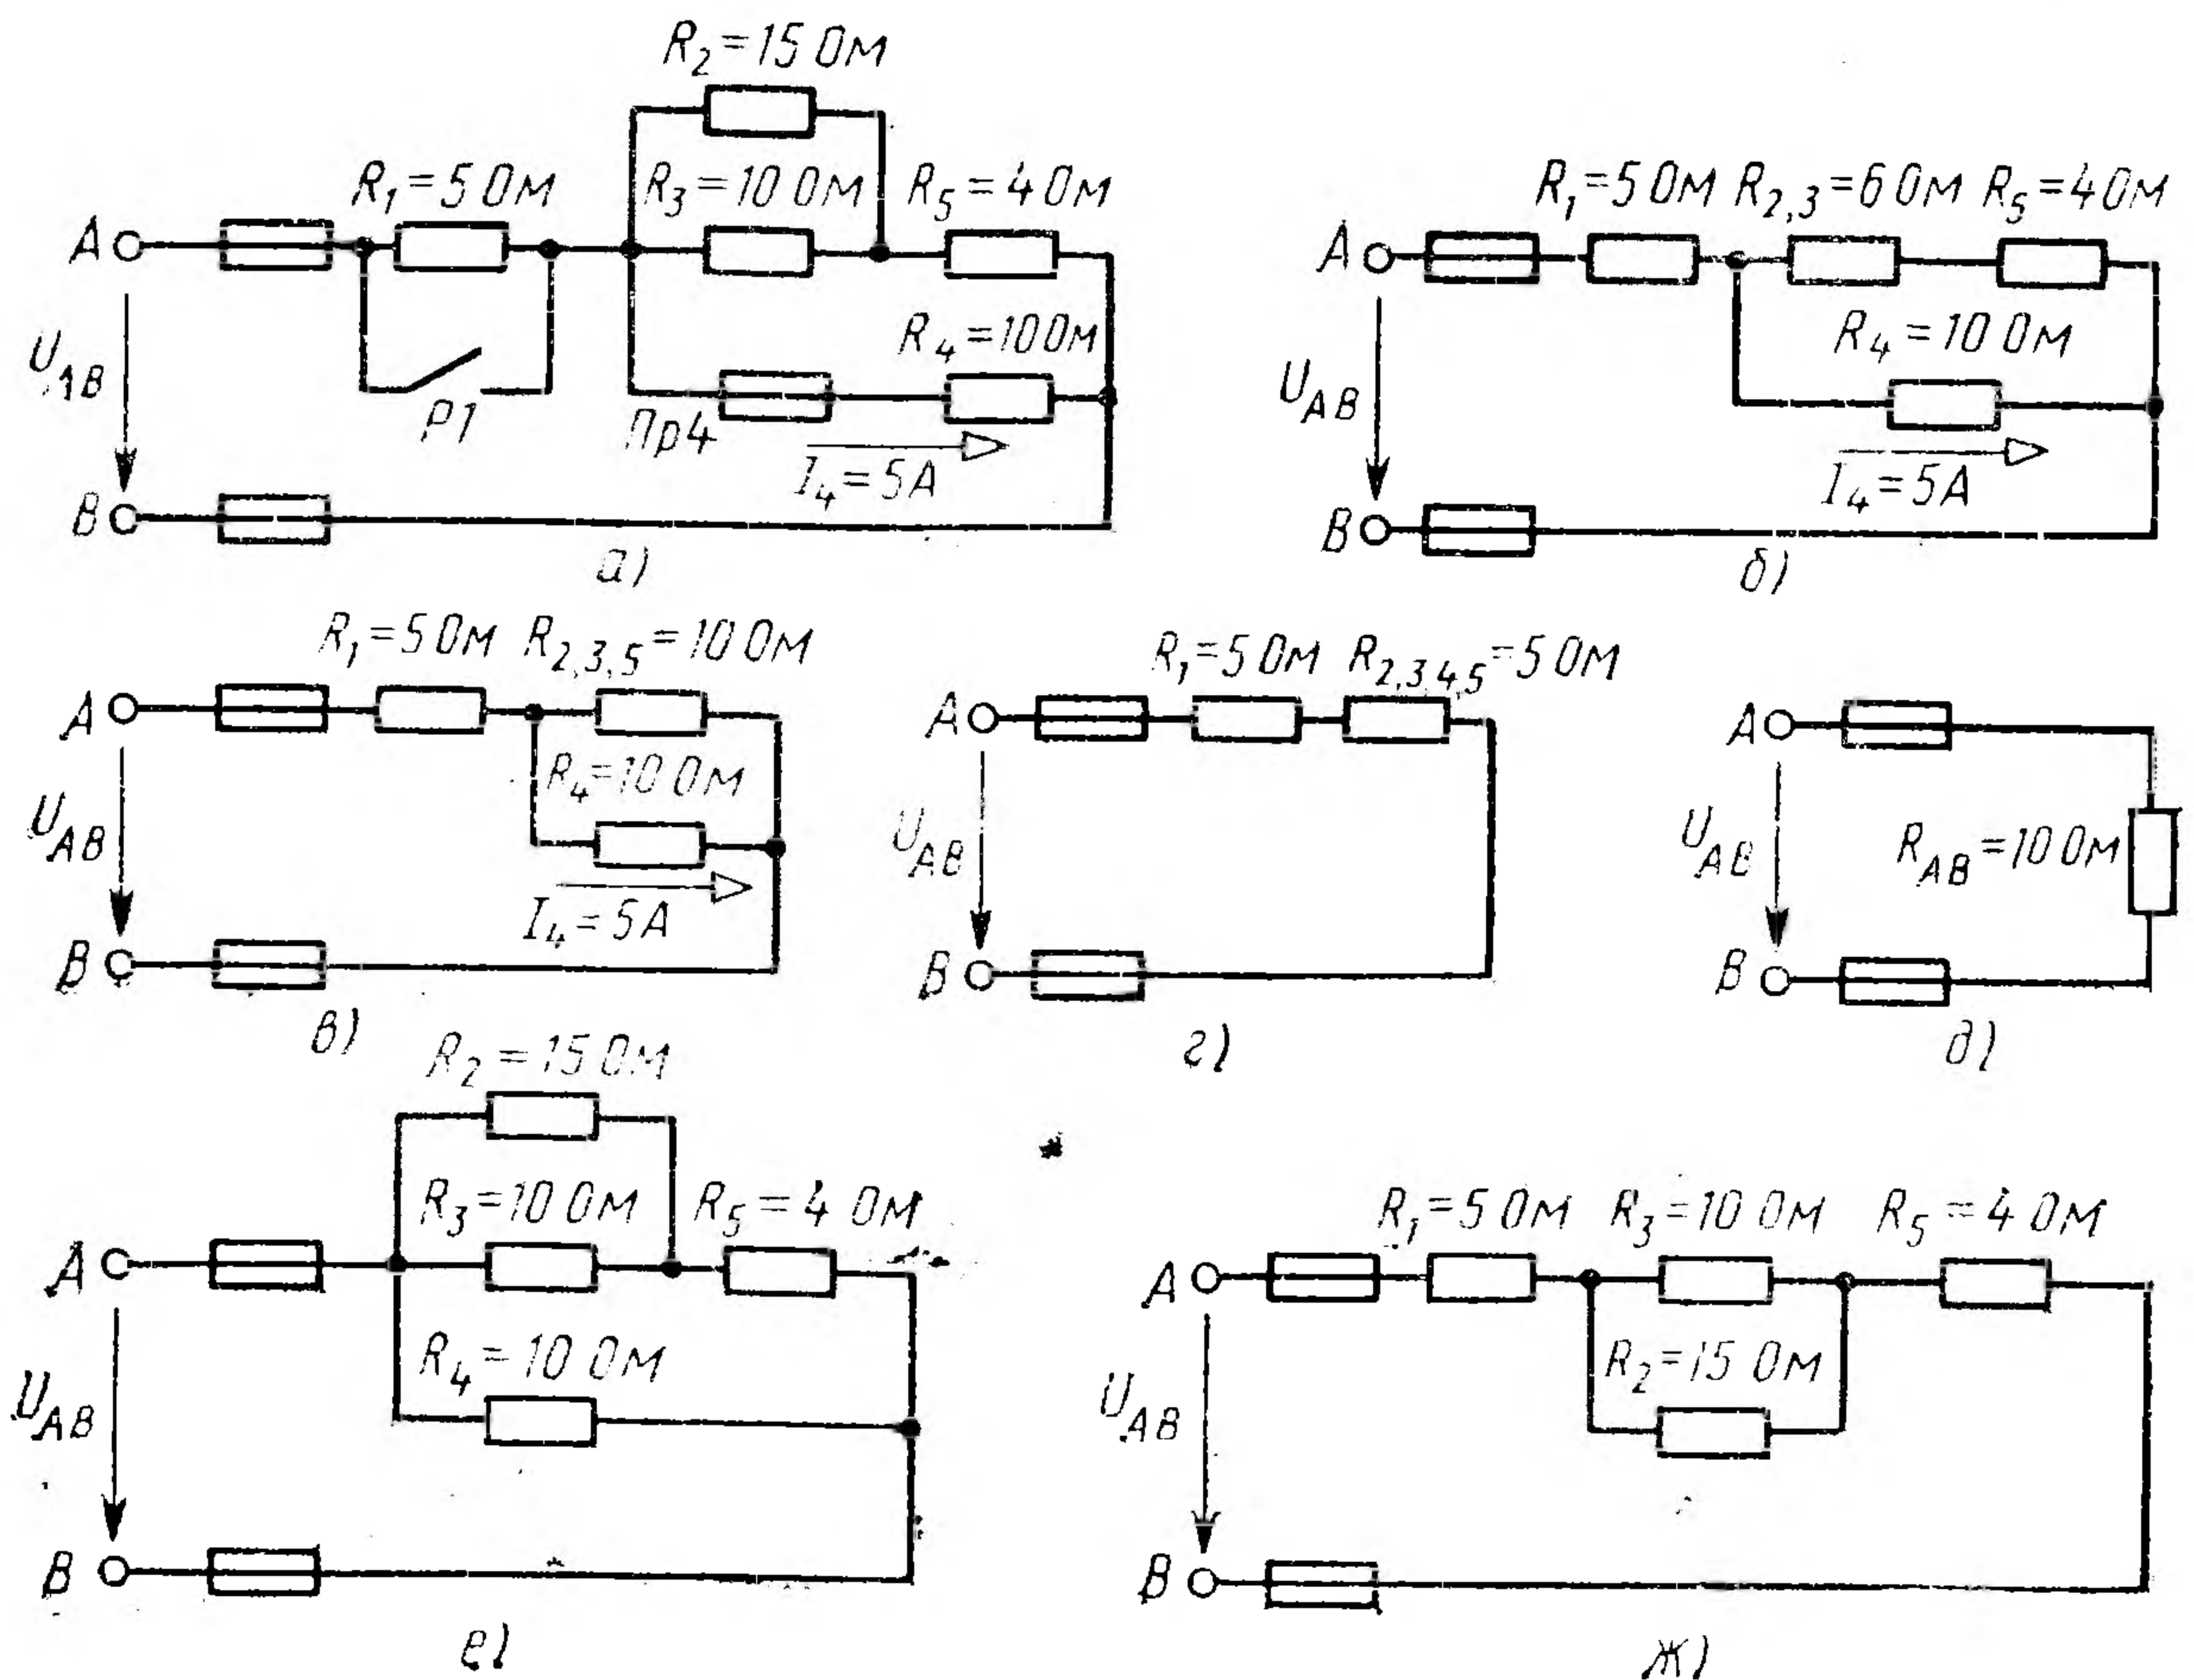

Рис. 1
**Пример 1.** Для схемы, приведенной на рис. 1, определить эквивалентное сопротивление цепи  $R_{AB}$ , токи в каждом резисторе и напря-
Теперь схема цепи принимает вид, показанный на рис. 1, б.
Соответствующая схема приведена на рис. 1, в.
Теперь схема цепи имеет вид, приведенный на рис. 1, з.
$$R_{AB} = R_1 + R_{2, 3, 4, 5} = 5 + 5 = 10 \text{ Ом. (рис. 1, д).}$$
Это же напряжение приложено к резисторам  $R_2, 3 + R_5$  (рис. 1, б). Поэтому ток в резисторе  $R_5$
10. При включении рубильника  $PI$  сопротивление  $R_1$  замыкается накоротко и схема цепи имеет вид, показанный на рис. 1, е. Эквивалентное сопротивление цепи в этом случае
11. При расплавлении предохранителя *Пр4* резистор  $R_4$  выключается и схема принимает вид, показанный на рис. 1, ж.